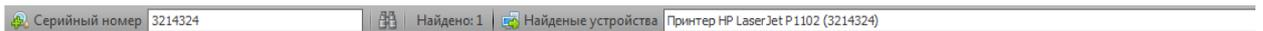

Рисунок 25
- -Меню поиска устройств по серийному номеру (Рис. 25)